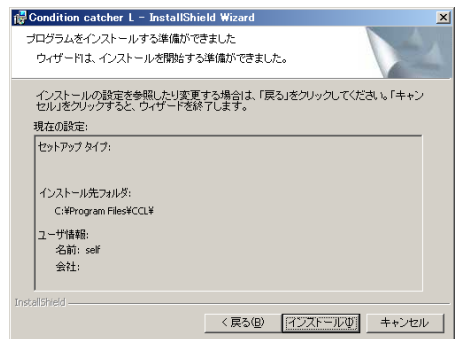
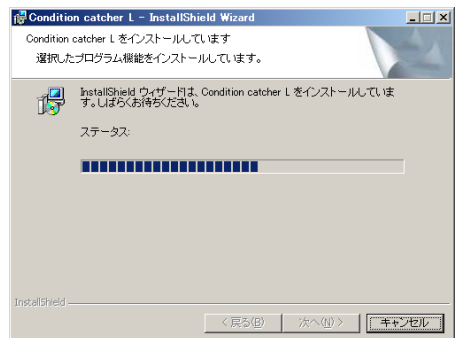

図7. インストール画面4
図8. インストール画面5
- ⑤ 次に、図7の画面が表示されます。『インストール』ボタンをクリックするとインストールを開始し図8の画面が表示されます。